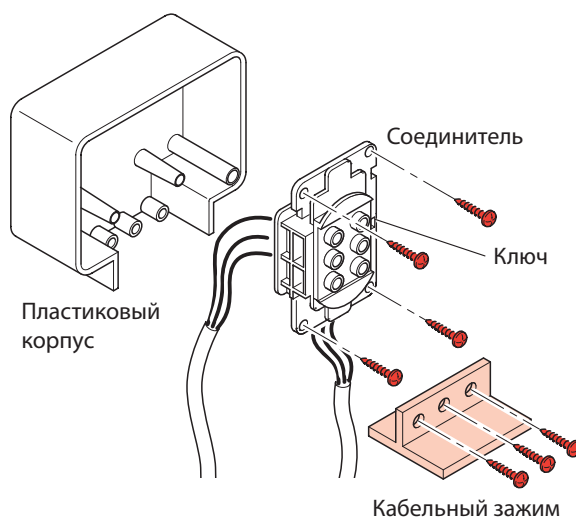

Рис. 3
1. На рис. 3 показан порядок сборки поставляемого соединителя входа/выхода с использованием изолированного кабеля с сечением жил не менее 2,5 мм2.
2. Вставьте соединитель в пластиковый корпус и закрепите его винтами из комплекта поставки. С помощью кабельного зажима прикрепите проводники к корпусу (см. рис. 3).
Поставляемые в комплекте кабели оснащены входной вилкой и выходной розеткой и рассчитаны на максимальный ток 16 А. Поэтому рекомендуется соединять панель управления с поставляемым соединителем напрямую (как показано на рис. 3 и 4, стр. 36-37) применений, в которых ток на входе ИБП будет превышать 13 А (например, мощность нагрузки 5000 ВА при напряжении на входе 184 В).